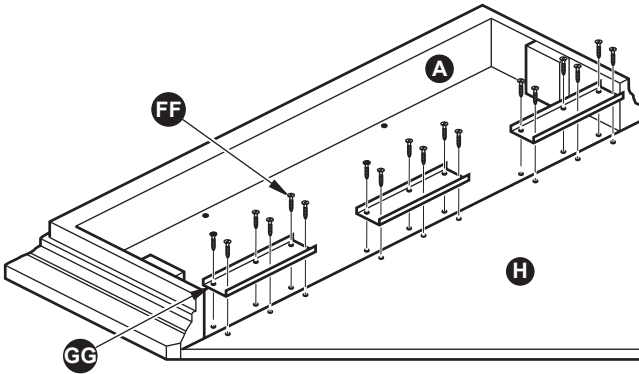

Figura 35
8. Gire el parte superior chimenea (A) más. Usando el 3 suministrado Conector Soportes (GG), ajuste la Repisa superior (A) al panel superior del triángulo (H) con 18 ST4 Tornillos de 5/8" (FF), como se muestra en la Figura 35.